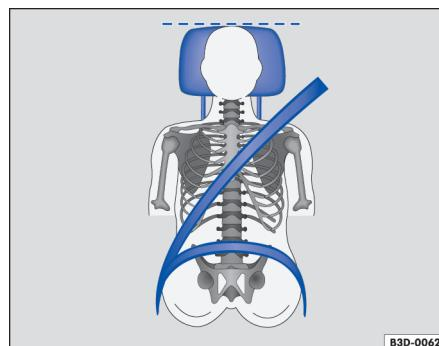

图 34 驾驶员头枕的正确位置
- 调节头枕，使头枕的上沿与您的头顶等高，不可低于眼睛，头部尽可能贴近头枕。⇒ 图 34